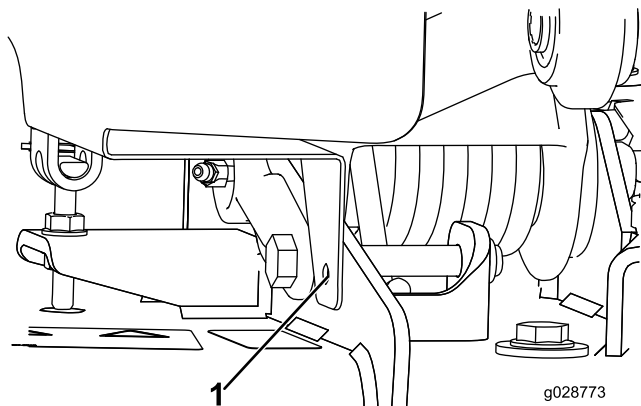
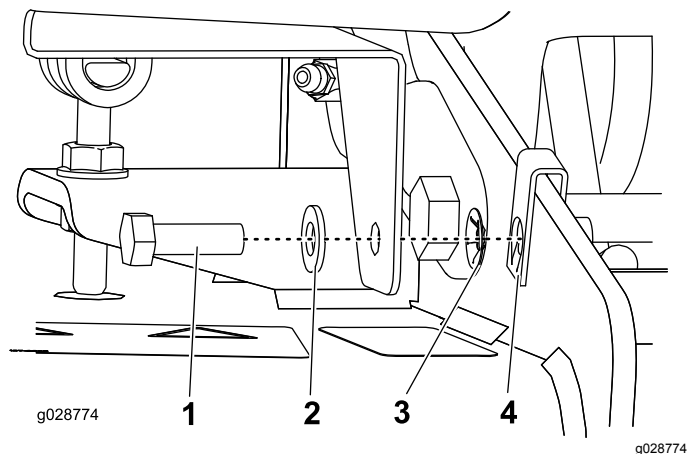

Figura 13
Figura 14
Nota: Vai ter de fazer um furo na estrutura para instalar o parafuso inferior e porca de retenção. Consulte Figura 13 e Figura 14.
Nota: Vai ter de fazer um furo na estrutura da plataforma para instalar o parafuso inferior e porca de retenção. Consulte Figura 13 e Figura 14.
3. Marque o centro do furo na patilha inferior na frente da cobertura, remova cobertura e faça um furo de 1,12 cm Figura 13.
4. Prenda a cobertura com o hardware fornecido (Figura 14).